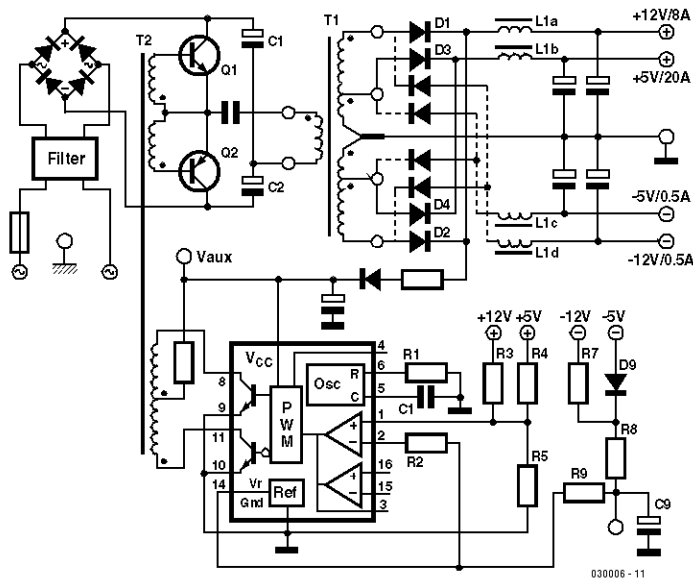

Figura 1. Esquema eléctrico básico de una fuente de alimentación PC/AT.
El diseño de una fuente de alimentación PC/AT es bastante convencional. Dicho diseño se basa en un convertidor de "medio puente rectificador". La tensión de red de entrada es rectificadas directamente para generar una tensión continua de 320 V (ver **Figura 1**). La mitad de esta tensión continua (DC) se aplica al bobinado primario del transformador T1 por medio de un transistor de conmutación. Realizando la conmutación de manera alternativa en los transistores Q1 y Q2, el transformador se
está limitado a la circuitería existente alrededor de los transistores Q1 y Q2, es decir, los condensadores C1 y C2, los transformadores T1 y T2, y así sucesivamente. **Debemos tener especial cuidado con esta parte de la fuente de alimentación, ya que está conectada a la tensión de red.** También debemos tener en mente que la **Figura 1** es un esquema eléctrico básico, en el que se han omitido un cierto número de redes para dar una mayor claridad al esquema.
El circuito de detección que tienen todas las fuentes de alimentación PC/AT está basado en una pequeña red similar a la red formada por las resistencias R7, R8 y R9, el diodo D9 y el condensador C9 de la **Figura 1**. Si todo funciona correctamente, la tensión en el condensador C9 estará alrededor de los 3 V. Si queremos reproducir esta situación sin implementar una función verdadera de "Power Good", bastará con que retiremos la resistencia R8 y